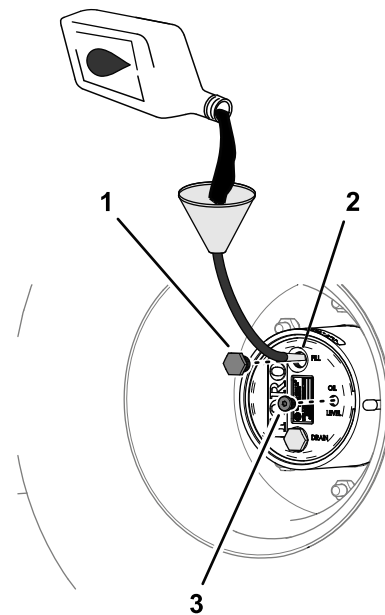

图 86
4. 如果润滑油油位较低应取出加油塞添加指定润滑油直至油开始从检查塞孔中流出图 86请参阅 行星齿轮传动润滑油规格 (页码 53)。
6. 安装加油塞和检查塞图 86。
1. 通过加油塞孔缓慢添加指定齿轮润滑油请参阅 检查行星齿轮传动润滑油 \(页码 53\)中的图 86。
3. 安装加油塞和检查塞请参阅 检查行星齿轮传动润滑油 \(页码 53\)中的图 86。